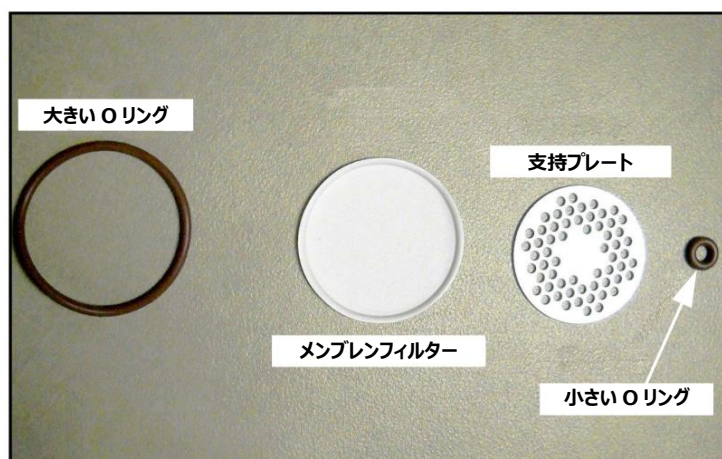

図 66 : 取り外した O リング、メンブレンフィルターおよび支持プレート
7. ティッシュを使ってフィルター部品を拭きます（下の図 66 を参照）。